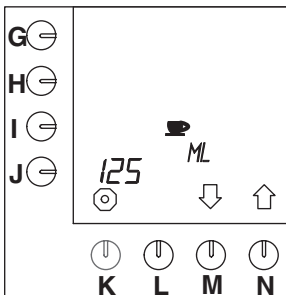

Fig. 34 Volume d'une tasse
- Appuyez sur la touche de sélection (N.)↑ jusqu'à ce que la fig.34 s'affiche sur l'écran de contrôle.